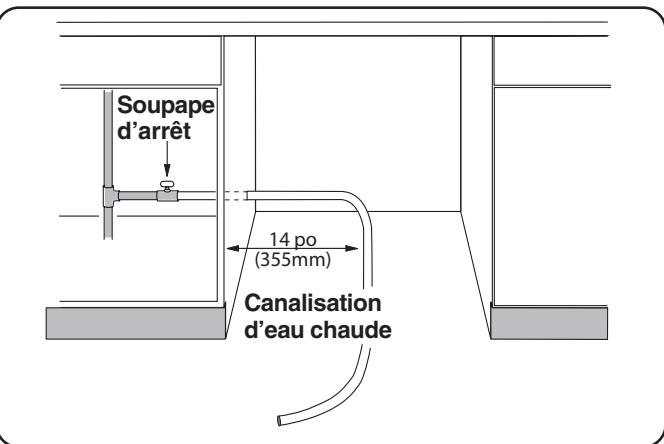

Figure 6
Installer une soupape d'arrêt accessible (non fournie) sur la canalisation en eau chaude, comme à la **figure 6**.
**REMARQUE :** Quel que soit l'endroit où entre la canalisation en eau chaude (voir directives page 8), positionner la canalisation à 14 po (355 mm) depuis le côté gauche de l'endroit, comme à la **figure 6**.